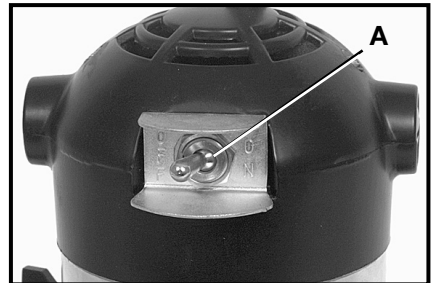

Fig. 4
Para poner el motor en marcha o para pararlo, ponga el interruptor de volquete (A) Fig. 4, en la posición prendida, "ON", o en la posición apagada, "OFF".